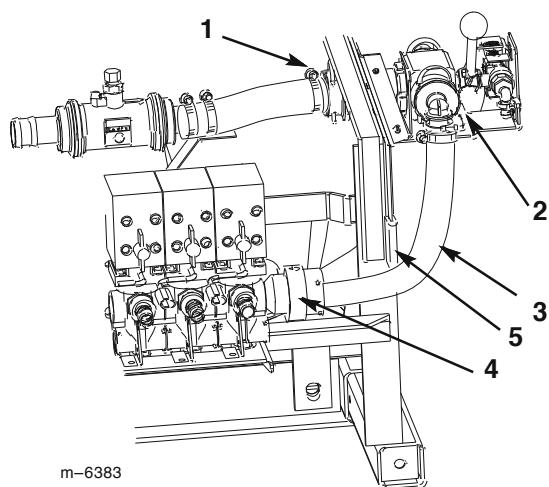

図14
3. ブーム送液ホースに取り付けたフィッティングを制御バルブ・アセンブリに接続し、上記で外したりテーナを使って固定する (図14)。
10. 制御バルブ・アセンブリのホース (大) のフィッティングを、ブーム送液バルブ右側のフィッティングに接続する (図14)。
11. ホース (大) を制御バルブから外し、バルブの内側を確認する (図14)。チェック・ボールの開口部が上向きにカーブしているのが見えれば適正。見えない場合は、開口部が完全に見えて上向きにカーブするまでボールを回転させる。
12. ホース (大) を制御バルブに接続する (図14)。
13. ホースの保護のため、フレームの端部をゴム製のトリム・ピースで覆う (図14)。